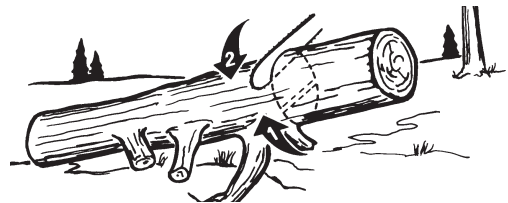

Fig. 18
2. Tronco apoyado en 1 extremo: Primero, corte desde abajo (leñar por abajo) $1/3$ del diámetro del tronco para evitar astillamiento. Segundo, corte desde arriba (leñar por arriba) para encontrar el primer corte y evitar el pellizcado (Fig. 18).